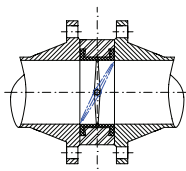

рис. 2
2. Перед началом монтажа убедитесь, что внутренний диаметр фланцев соответствует номинальному диаметру дискового затвора (рис.2). Затворы рекомендуем монтировать таким образом, чтобы шток затвора был в горизонтальном положении ($\pm 30^\circ$) и открытие диска (подъем